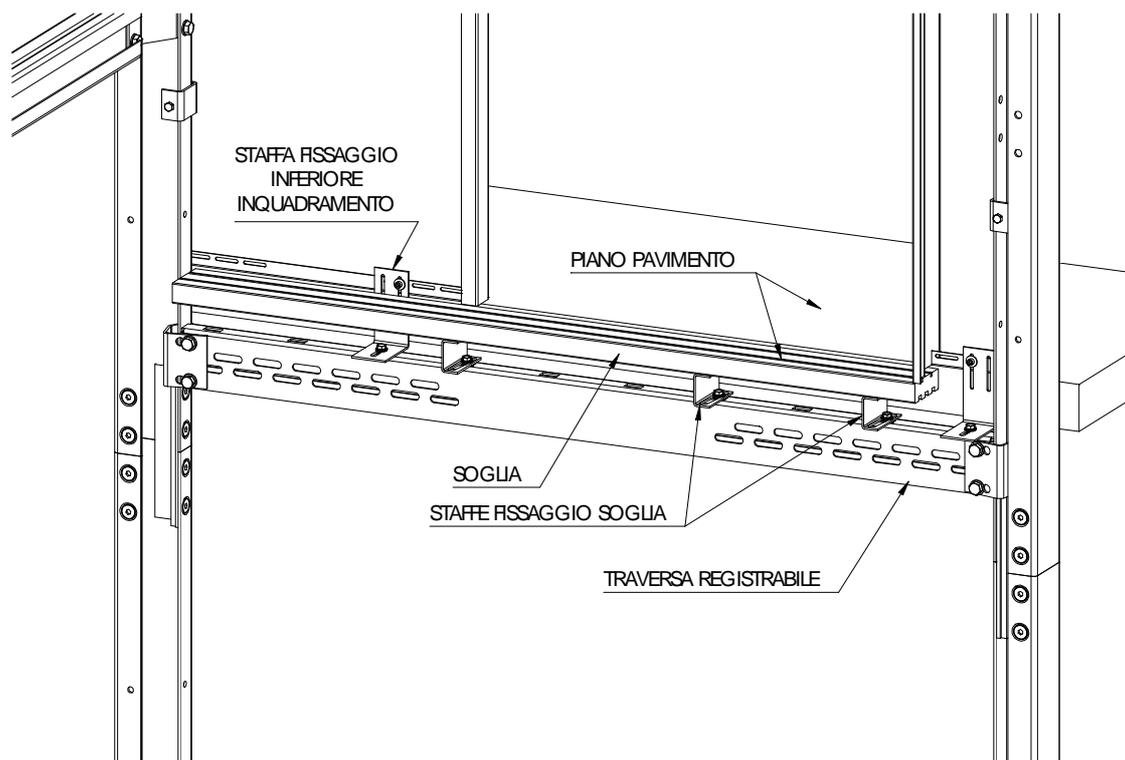
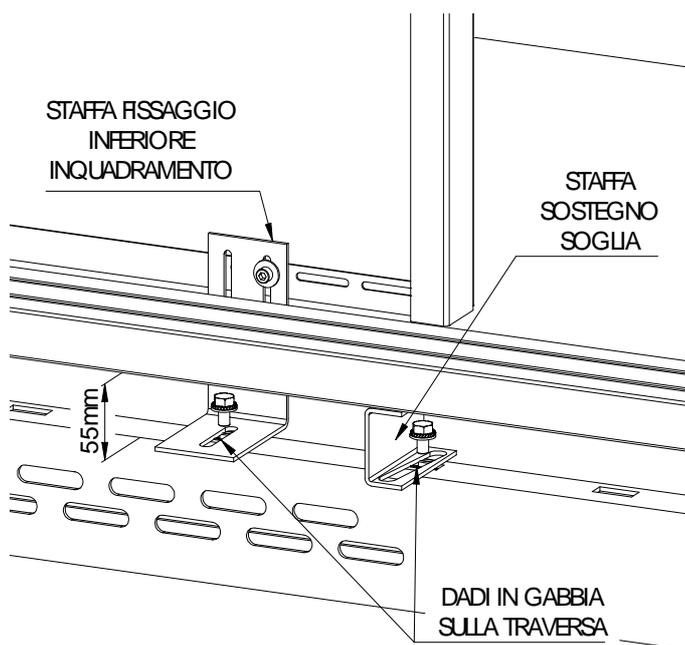

Fig. 18.6
Fig. 18.7
- ✓ Inserire sulle asole rettangolari, presenti sulla traversa registrabile, i dadi in gabbia per il fissaggio delle staffe di sostegno soglia e delle staffe di fissaggio inferiore dell'inquadramento. Per ogni porta utilizzare 3 staffe di sostegno soglia da posizionare in corrispondenza del passaggio libero della porta (Fig. 18.6).
- ✓ Fissare la staffa di sostegno inferiore dell'inquadramento (Fig.18.7).
- ✓ Per il fissaggio fare riferimento alle Fig. 18.6 e Fig. 18.7 del capitolo 18 "INQUADRAMENTO PER PORTE SENZA TELAIO"